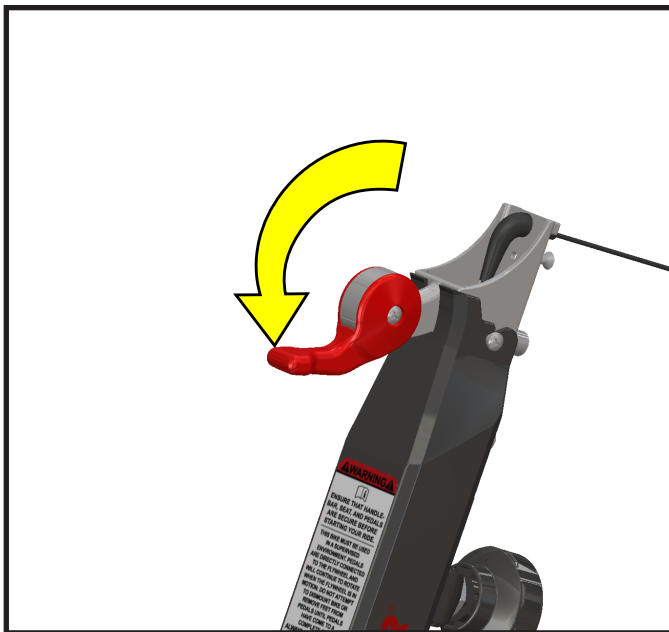

Abbildung 2: Position Schalthebel
1. Stellen Sie den Schalthebel in die untere Position (siehe Abbildung 2).